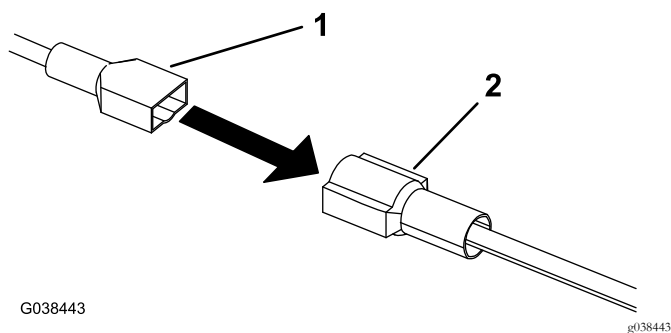

Figura 13
3. Collegate il morsetto a forcina a uno dei poli aperti rossi nel portafusibili (Figura 13).